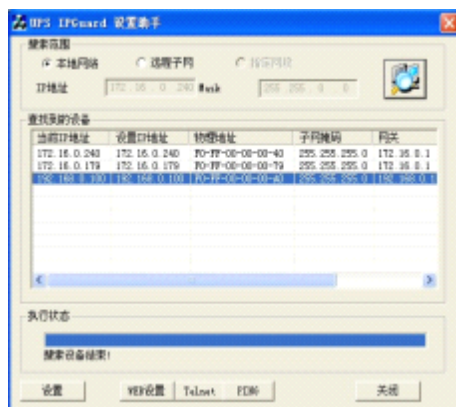

图 1
- ① 正确安装连接好 UPS-IPGuard Pro 后,运行配套光盘内的的设置助手软 ConfigAssist.Exe。界面如图 1 所示:
- ② 点击搜索按钮  搜索当前连接的设备。(软件启动后自动进行搜索)在“查找到的设备”中会显示当前搜索到的设备的 IP 地址,物理地址,子网掩码,网关,硬件版本,固件版本等信息,如图 1 所示: